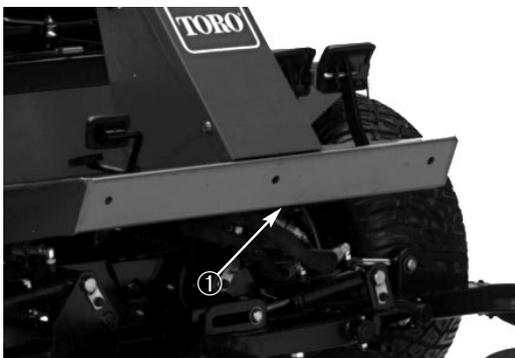

Bild 22
2. Befestigen Sie eine geeignete Kette, ein Seil oder Kabel mitten am vorderen Rahmenteil (Bild 22).